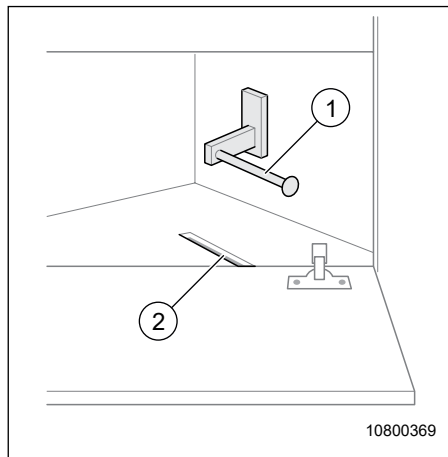

Fig. 69 Support papier WC dans la porte du placard
Le support papier WC (Fig. 69, pos. 1) est installé derrière la porte du meuble sous le lavabo. Le support papier WC peut être guidé par l'évidement (Fig. 69, pos. 2) dans l'élément bas.